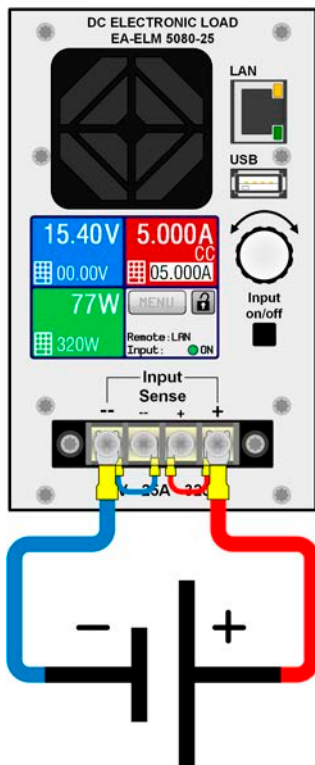
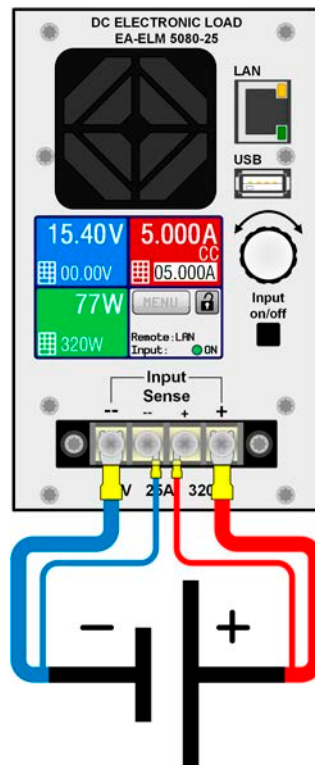

Bild 9 - DC-Anschlußbeispiel ohne Fernfühlung (Sense gebrückt)
Bild 10 - DC-Anschlußbeispiel mit Fernfühlung an Quelle
- (+) Sense darf nur am (+) der Quelle und (-) Sense nur am (-) der Quelle angeschlossen werden. Ansonsten könnte die elektronische Last beschädigt werden. Siehe auch *Bild 10*.
Für Verdrahtungs-Beispiele zur Fernführung siehe *Bild 9* und *Bild 10*.